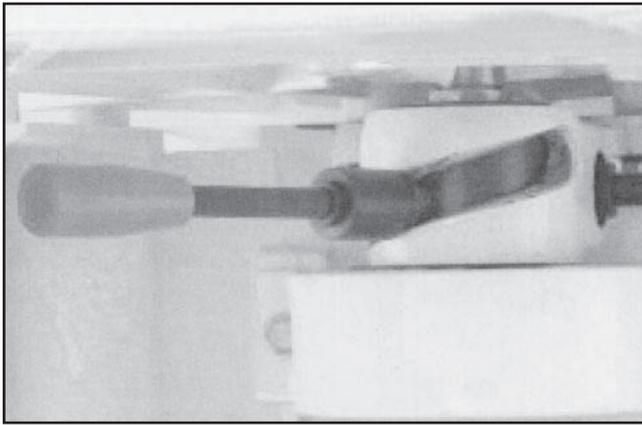

Figura 23. Nivelador de la altura del pivote
2. Mueva el nivelador de altura del pivote mostrado en la Figura 23 a la derecha para elevar el pivote o a la izquierda para bajar el pivote.